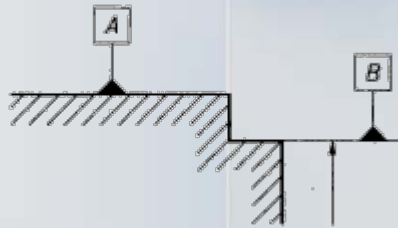

Figura 4.9 Sobre contorno
- Sobre el contorno del elemento (figura 4.9).